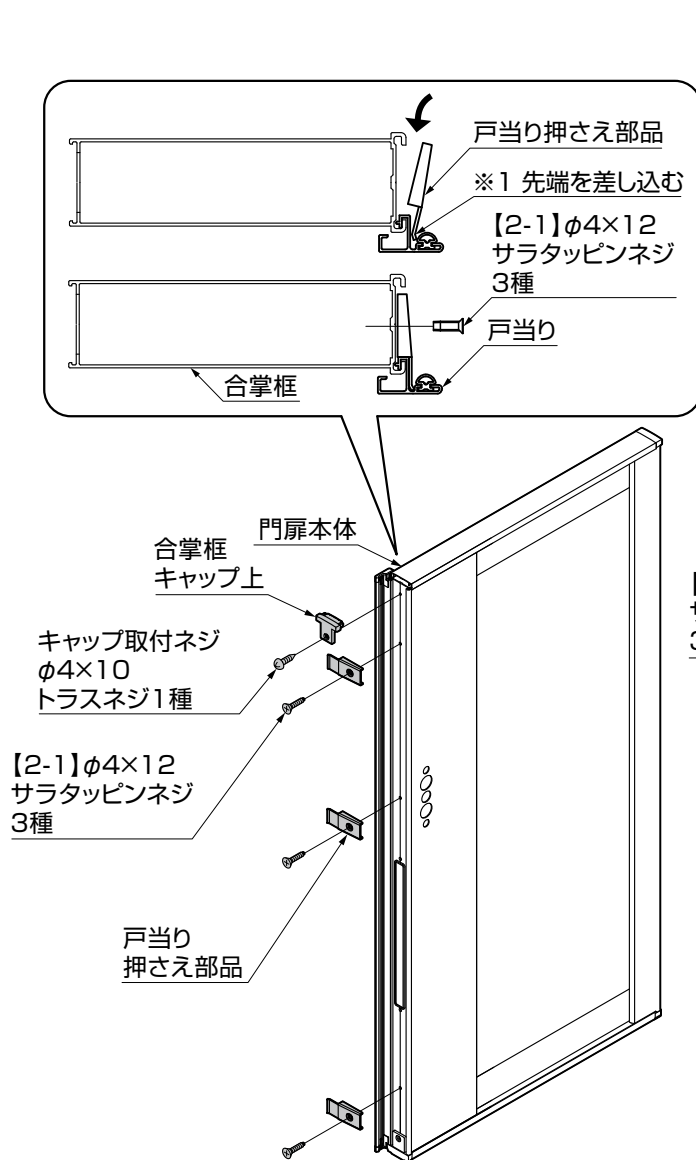

図4-7 合掌框につける場合
①戸当り押さえを戸当りの溝に差込み(※1)ながら挿入して、ネジで取付けしてください。(図4-7、4-8参照)